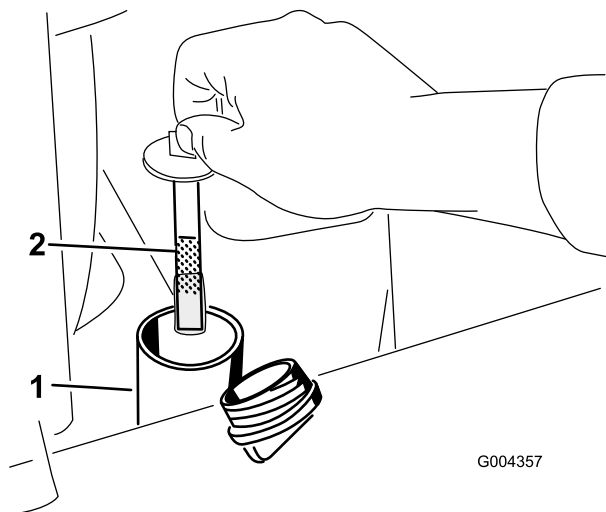

Bild 19
6. Entfernen Sie den Deckel vom Einfüllstutzen und überprüfen Sie den Ölstand auf dem Peilstab (Bild 19).